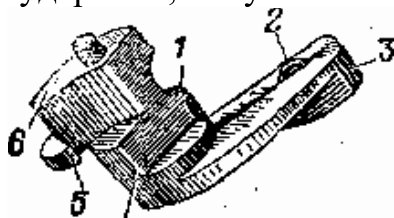

Рис. 40. Предохранитель
– предохранитель, который во включенном положении запирает курок, затвор и блокирует курок от ударника; Рисунок 40.